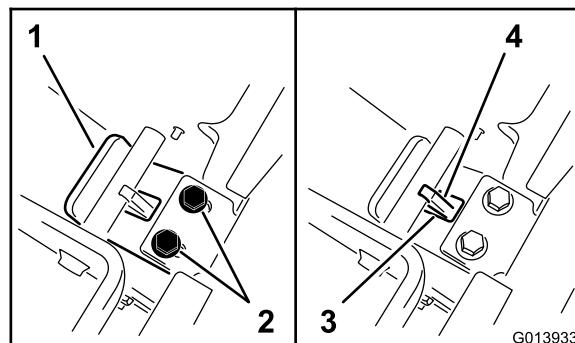

Figura 10
- Manteniendo la presión sobre la chapa trasera, deslice la lengüeta hacia usted, hasta que el borde de la chapa de la lengüeta entre en contacto con el travesaño (Figura 10).